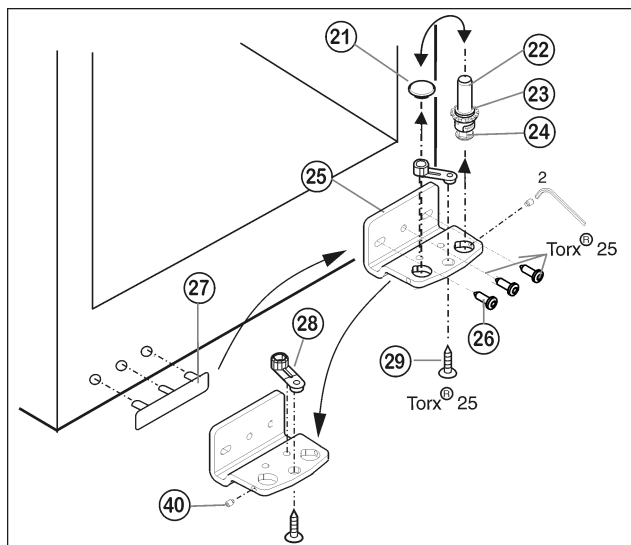

Fig. 7
- ▶ Отвинтите установочный винт Fig. 7 (40) приблизительно на один оборот прилагаемым торцевым ключом.
- ▶ Извлеките опорный винт Fig. 7 (22) в комплекте с шайбой Fig. 7 (23) и регулируемой опорой Fig. 7 (24), вывинчивая его вверх.
- ▶ Снимите пробку Fig. 7 (21).
- ▶ Открутите Fig. 7 (26) опорный кронштейн Fig. 7 (25).
- ▶ Полностью выкрутите установочный винт Fig. 7 (40) и вкрутите на противоположной стороне на нижнем опорном кронштейне, чтобы он был заподлицо с этим кронштейном.
- ▶ Открутите Fig. 7 (29) опорную деталь Fig. 7 (28) и, переставив в отверстие на противоположной стороне опорного кронштейна, снова прикрутите.
- ▶ Переставьте пробку Fig. 7 (21) в свободное отверстие.
- ▶ Осторожно снимите и переставьте на противоположную сторону крышку со стороны ручки Fig. 7 (27).
- ▶ Снова прикрутите опорный кронштейн Fig. 7 (25) на новой стороне шарнира (**с моментом 4 Нм**). При необходимости используйте аккумуляторный шуруповерт.
- ▶ \*Вновь закрутите опорный винт Fig. 7 (22) в комплекте с шайбой и регулируемой опорой.
- ▶ Затяните установочный винт Fig. 7 (40).
- ▶ Установите нижнюю дверцу сверху на нижний опорный винт Fig. 7 (22).
- ▶ При необходимости выровняйте дверцы через два продольных паза в нижнем опорном кронштейне Fig. 7 (25) и среднем опорном кронштейне Fig. 5 (13) параллельно корпусу устройства. Для этого выкрутите средний винт на нижнем опорном кронштейне Fig. 7 (25).